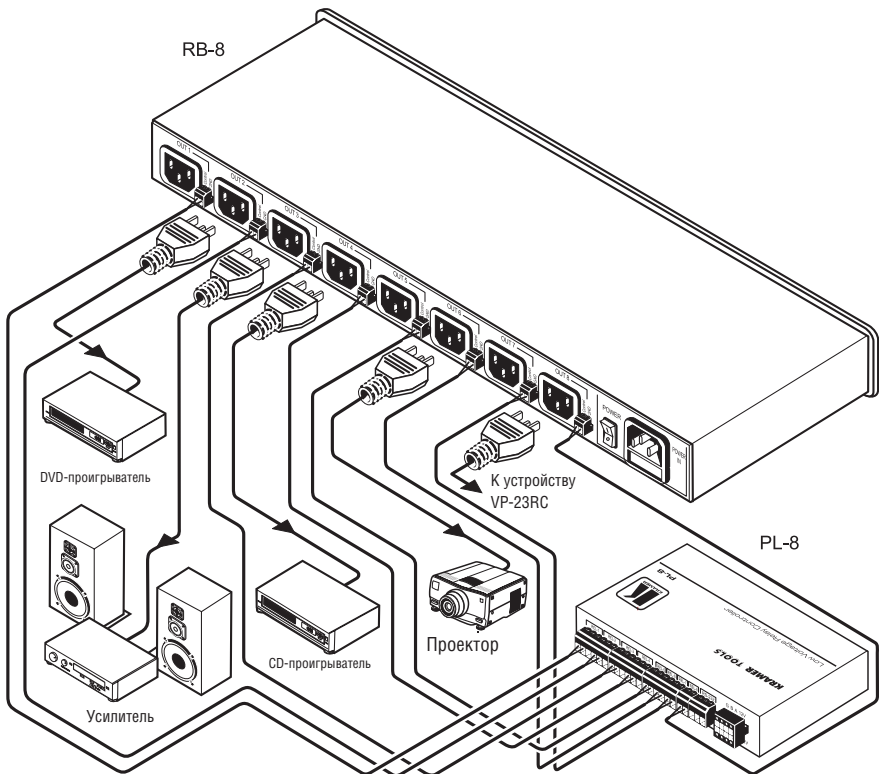

Рис. 2. Подсоединение RB-8
2. Подсоедините управляющий кабель к контакту CONTROL/GROUND того же самого порта (например, от расширителя интерфейсов с сухими контактами **PL-8**, как это показано на рис. 2).
3. Подсоедините сетевой шнур к **RB-8/RB-8E** (на рис. 2 не показан).